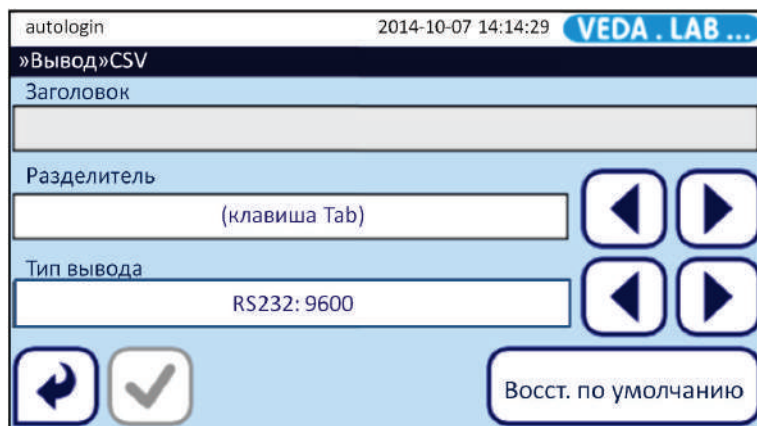

Рис. 48: Меню Передача > CSV (Output > CSV)
- 3 В меню **Передача > CSV (Output > CSV)** коснитесь текстового поля **Заголовок (Header)** для входа в меню (см. Рис. 48) и введите текст заголовка передаваемых данных.
Если вы хотите экспортировать данные в файл с расширением .txt, у вас есть возможность указать имя файла. Коснитесь текстового поля **Имя и путь файла (File name with path)** для появления окна ввода (см. Рис. 48) и введите нужное имя файла. Если имя файла не будет задано, то система сгенерирует его самостоятельно, используя дату и время создания.